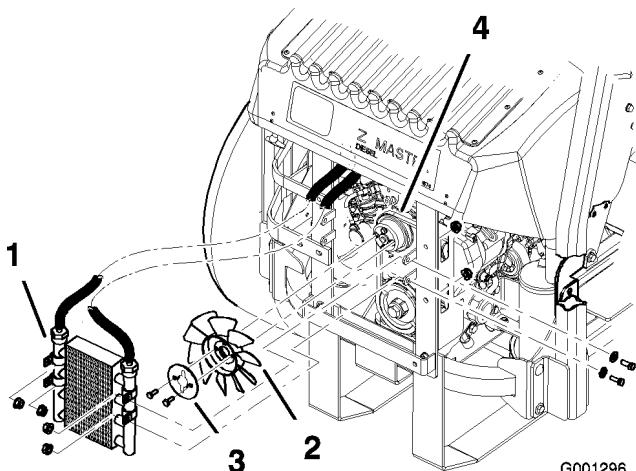

Figure 61
5. Enlevez les 4 boulons de fixation du refroidisseur d'huile et placez ce dernier sur le côté (Figure 61).
6. Enlevez les 2 boulons qui fixent le ventilateur et la plaque du ventilateur à la machine (Figure 61).
10. Montez le ventilateur et sa plaque sur la machine au moyen des 2 boulons retirés précédemment (Figure 61).
11. Remontez le refroidisseur d'huile au moyen des 4 boulons retirés précédemment (Figure 61).